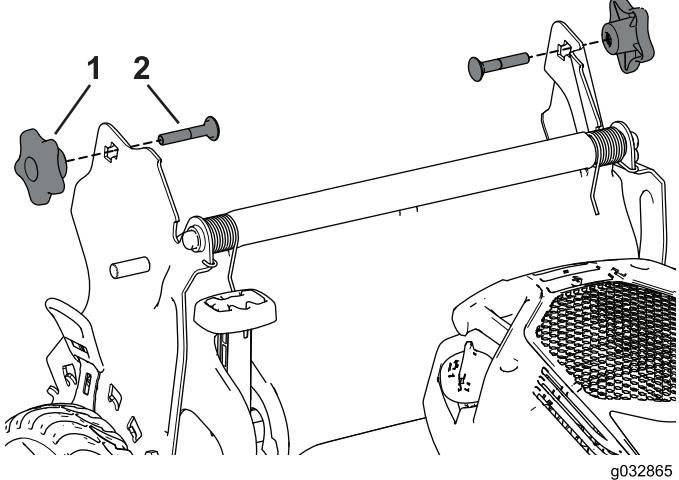

Рисунок 29
4. Вставьте каретный болт (так, чтобы головка болта была направлена внутрь) сквозь кронштейн рукоятки и в верхнее отверстие торцевой части рукоятки. Убедитесь в том что квадратная кромка каждого каретного болта вошла в верхнее или нижнее квадратное отверстие соответствующего кронштейна рукоятки (Рисунок 29).